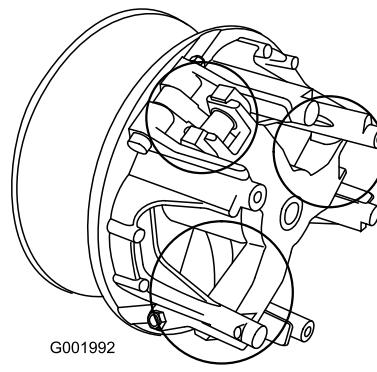

図 56
- 図 56 で○で囲んで表示している部分の可動部に Toro ドライ潤滑剤（Toro 代理店で購入可能）をスプレーする。